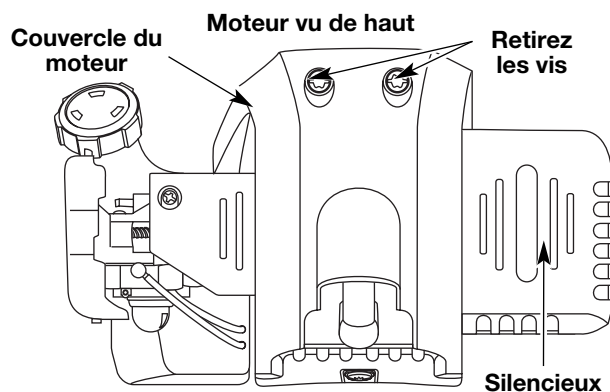

Fig. 35
2. Enlevez les deux vis (2) du haut du couvercle du moteur à l'aide d'un tournevis à lame plate ou T-25 Torx (Fig. 35).
6. Déposez le couvercle du moteur (Fig. 35).